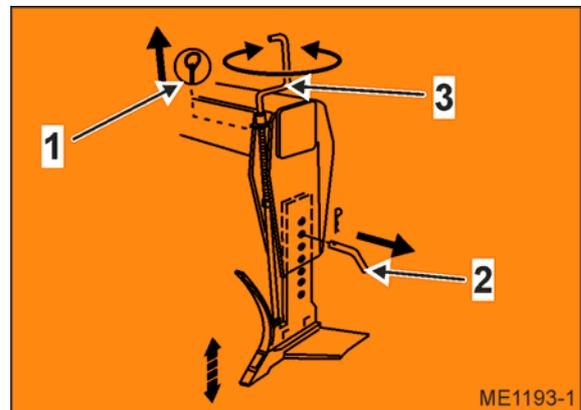

Fig. 28
3. Rimuovere la copiglia a spina (Fig. 28/1).
4. Estrarre il perno (Fig. 28/2). Il perno è fissato con una copiglia a spina.
5. Girando la manovella (Fig. 28/3), regolare la profondità di lavoro per il coltre.